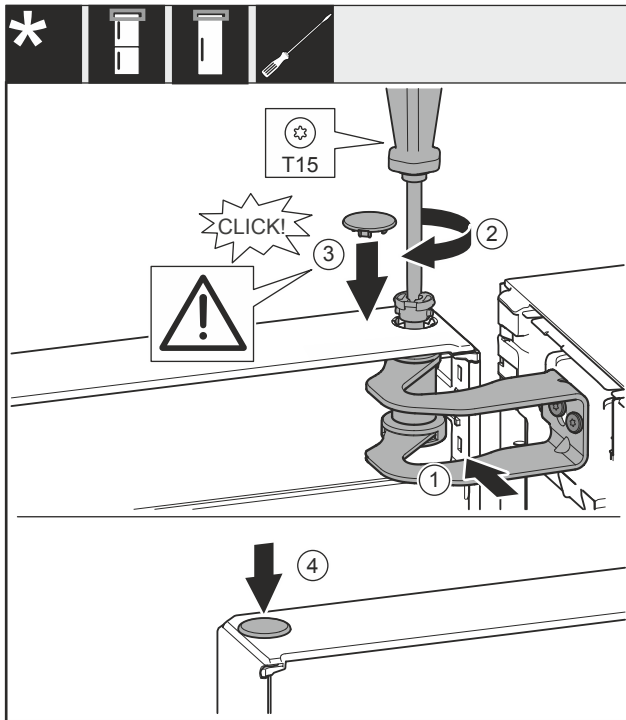

Fig. 23
- ▶ Tür zur Öffnung im Lagerbock Fig. 23 (1) ausrichten.
- ▶ Bolzen Fig. 23 (2) einsetzen und mit Schraubendreher festschrauben.
- ▶ Abdeckung Fig. 23 (3) einsetzen.
- ▶ Kontrollieren, dass die Abdeckung Fig. 23 (3) auf der Tür aufliegt.
- ▶ Abdeckung Fig. 23 (4) einsetzen.